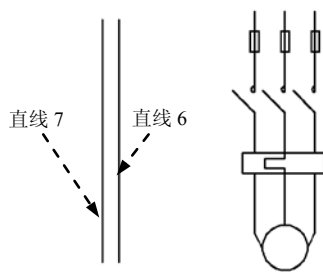
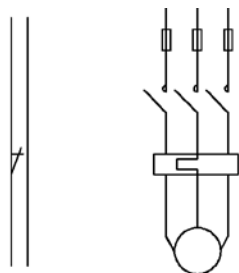
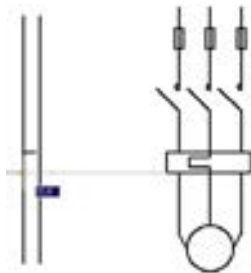

图 17.10.20 绘制直线 (五)
图 17.10.21 绘制直线 (六)
图 17.10.22 运用“正交”与“对象捕捉”命令
(1) 用 **绘图(D)** → **直线(L)** 命令绘制图 17.10.20 所示的直线 6。
(2) 用 **修改(M)** → **偏移(O)** 命令创建直线 7，偏移对象为直线 6，偏移距离值为 8。
(3) 绘制直线。确认系统状态栏中的  (对象捕捉) 按钮处于显亮状态，用
绘图 (D) → 直线 (L) 命令完成图 17.10.21 所示的直线的绘制。
注意：绘制图 17.10.21 所示的倾斜直线时，在选中图 17.10.22 所示的捕捉点后，要先单击状态栏中的  (正交模式) 按钮，使其处于关闭状态，然后单击直线另一端点来完成直线的绘制。